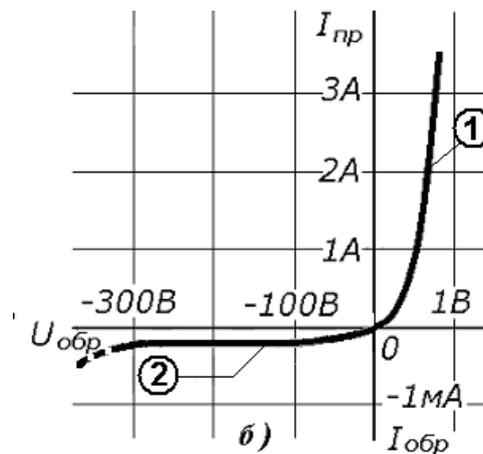

Рис.3
4. Собрать схему для исследования диода Шоттки на постоянном токе в соответствии с принципиальной схемой рис. 3 заменив диод VD1 на диод VD2. Для измерения анодного тока включить миллиамперметр постоянного тока с пределом 100 мА. Для измерения анодного напряжения использовать мультиметр. Последовательно с диодом включить токоограничивающий резистор R_n (RP2 на стенде)
7. Собрать схему для снятия обратной ветви ВАХ VD1, подключив к RP2 источник -12В и заменив миллиамперметр, поменяв также его полярность подключения (рис.3).
Основной характеристикой полупроводниковых диодов служит вольт-амперная характеристика (рис.3)
ных питающих выпрямитель напряжения. Форма выходного напряжения такого выпрямителя приведена на рис.3,б. Этот выпрямитель характеризуется лучшим использованием трансформатора и фильтра. Его часто называют выпрямителем со средней точкой вторичной обмотки трансформатора.
Рис.3. Формы напряжений на входе и выходе выпрямителей, питаемых от однофазной сети, при резистивной нагрузке без фильтра: однополупериодного (а) и двухполупериодного (б)